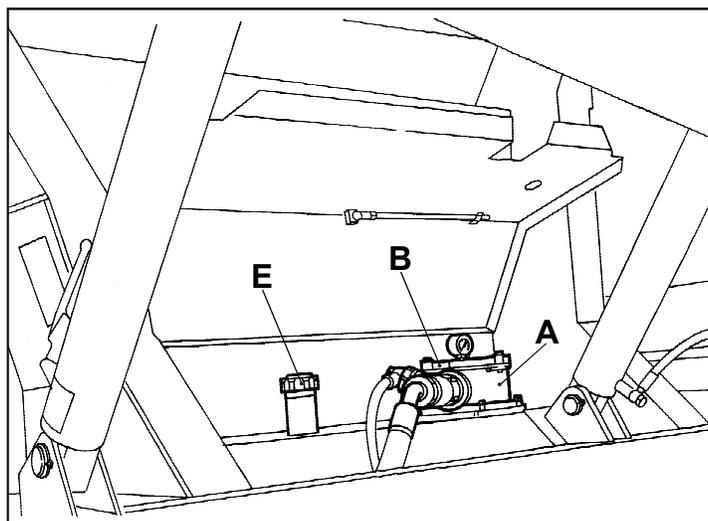
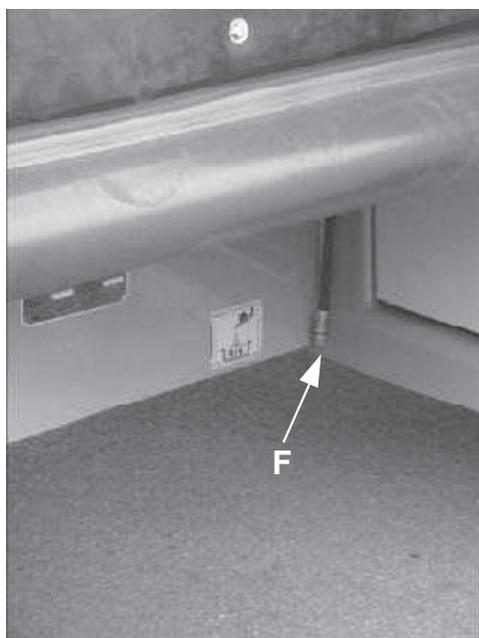

FIG. 39
FIG. 41
Un filtre (A - Fig. 39) est monté dans le réservoir pour l'huile hydraulique. Il doit être nettoyé avant que le manomètre, placé dessus, n'atteigne 1,5 bars. Pour cela, enlever le couvercle supérieur (B), extraire la cartouche interne (CODE COMMANDE: 99012007), la laver avec un pinceau et du gasoil et souffler soigneusement dedans avec de l'air comprimé; la remplacer si elle est endommagée. Sur l'installation, sont également montés deux filtres externes et on peut y accéder à l'aide de la portière placée à l'intérieur de la trémie de déchargement (C - Fig. 40) (D1: filtre pompe avancement et D2: filtre pompe fraise - Fig. 42) (sous le réservoir d'huile) pour la pompe de la translation (avancement) et pour la pompe de la fraise. Contrôler de temps en temps le niveau d'huile à l'aide du voyant (D) (Fig. 40) et, si l'on doit en remettre, utiliser le bouchon de chargement (E - Fig. 39).
- Enlever le bouchon **E fig. 39** et le bouchon de vidange **F fig. 41** (du tuyau d'échappement) et vidanger l'huile.
- Remonter le bouchon **F fig. 41** sur le tuyau.
- Remettre le bouchon **E fig. 39**.